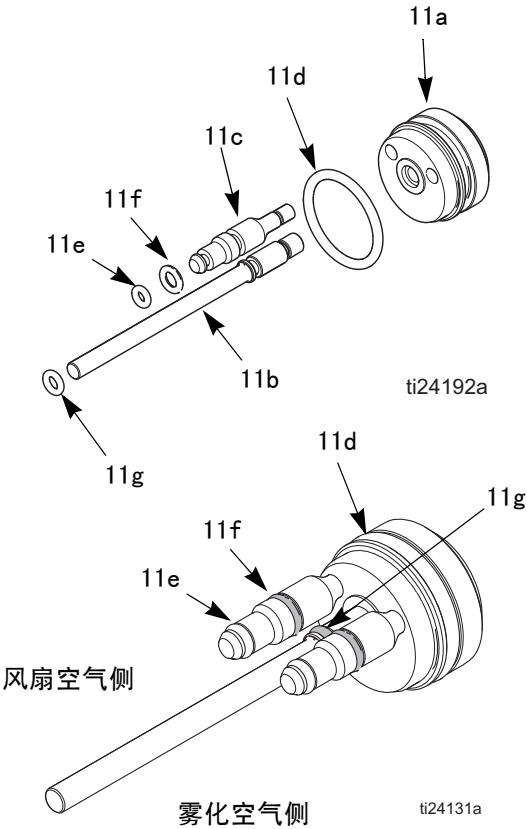

图 22. 活塞 O 形圈
6. 检查 O 形圈（ 11d、11e、11f、11g ）是否损坏。请参见表 3 和图 22。